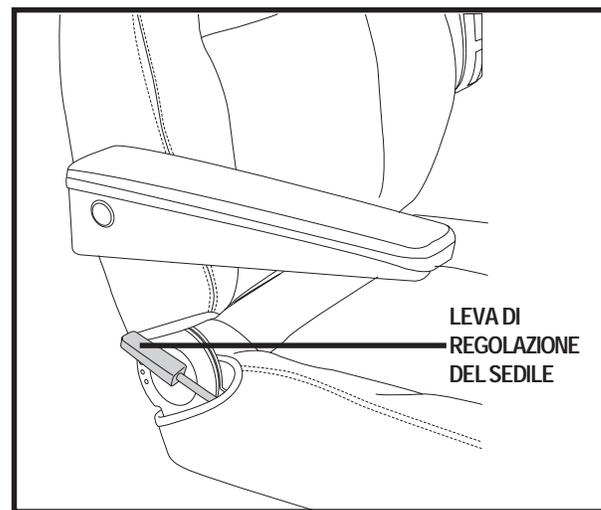

Figura 17. Regolazione Del Sedile
1. Con la schiena appoggiata allo schienale, sollevare la leva di regolazione del sedile e inclinarsi in avanti o all'indietro per regolare l'inclinazione dello schienale. Vedere figura 17.